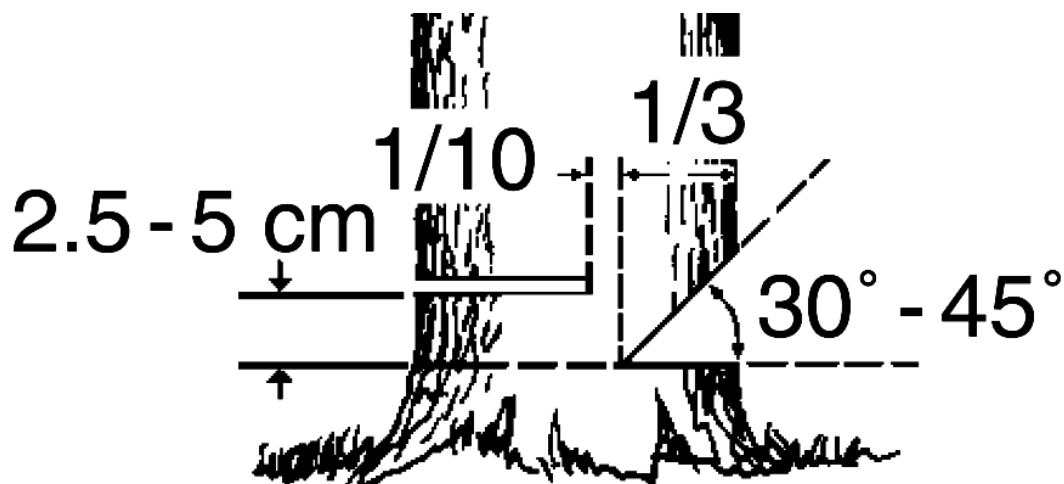

Рис.10
4. Выберите направления падения дерева. Для этого следует учесть силу и направление ветра, естественный наклон дерева, равномерность распределения веток в кроне дерева. Начните пилить с той стороны дерева, куда оно должно упасть (Рис.10)